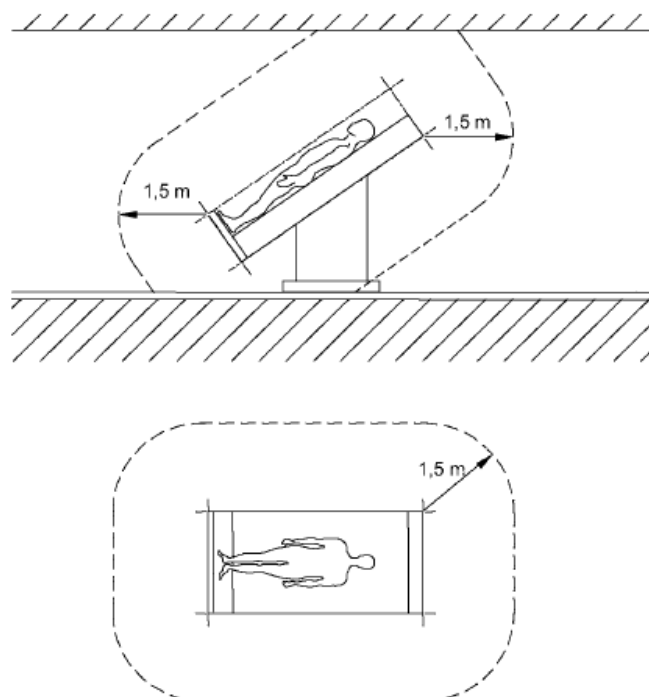

Fig. 1 Étendue minimale de l'ENVIRONNEMENT DU PATIENT
- Ouvrez les couvercles latéraux de la tête d'entretien ① en retirant les vis à tête cylindrique M4x16 ④ en haut et en bas. Le couvercle latéral peut maintenant être ouvert comme indiqué dans la figure 1, révélant l'intérieur de la tête de service.